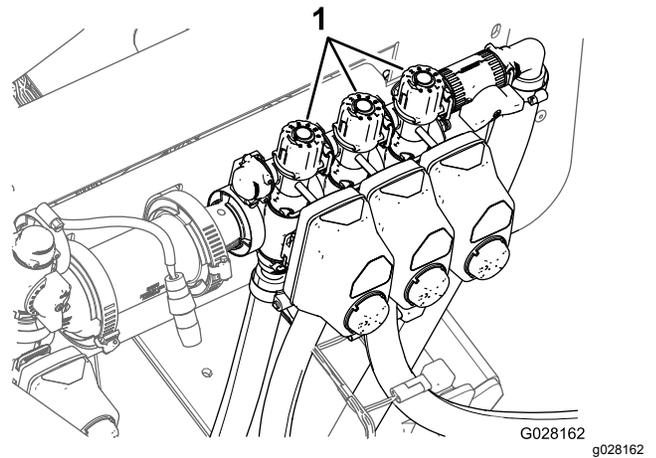

Figura 30
9. Ajuste la válvula de desvío de sección (Figura 30), situada en la parte superior de la válvula de control de sección de la sección de brazo que desactivó, hasta que la presión marcada en el indicador sea la misma que la presión que anotó en el paso 7.